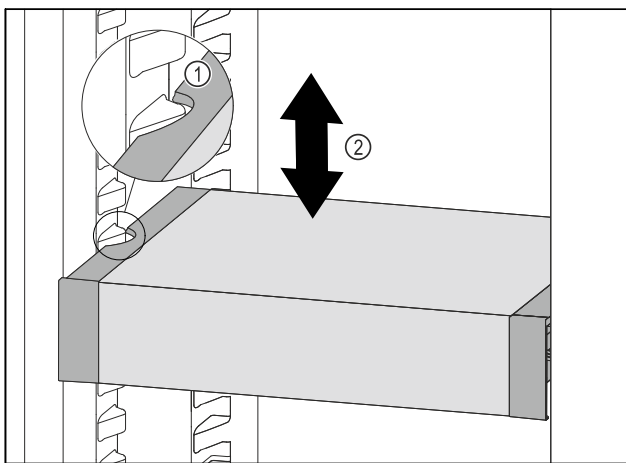

Fig. 97
- ▶ Tirare VarioSafe in avanti fino a quando le cavità laterali di VarioSafe non si trovano al livello della nervatura del contenitore nel vano frigorifero. Fig. 97 (1)
- ▶ Spostare VarioSafe verso l'alto o verso il basso nel vano frigorifero fino a raggiungere l'altezza desiderata. Fig. 97 (2)